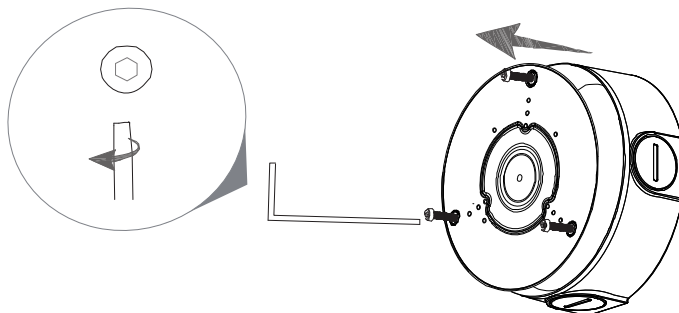

Рисунок 4.2 – Монтаж
2. Отделите крышку от монтажного основания коробки (Рисунок 4.2).